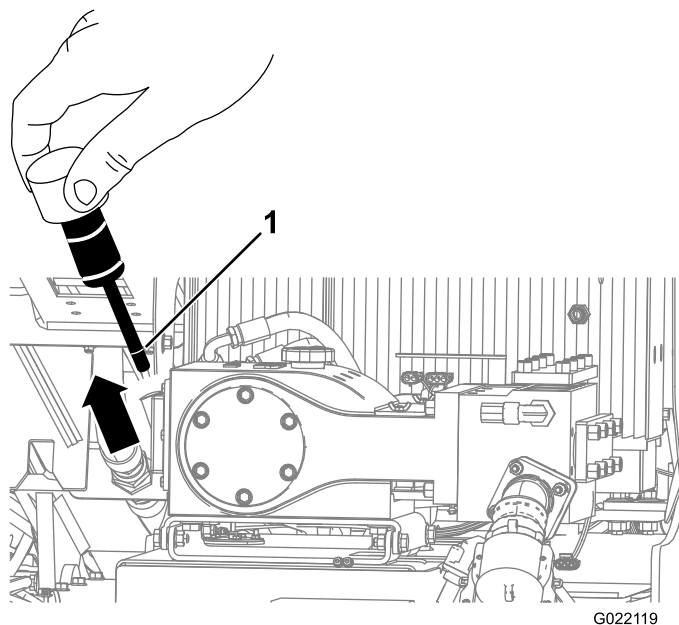
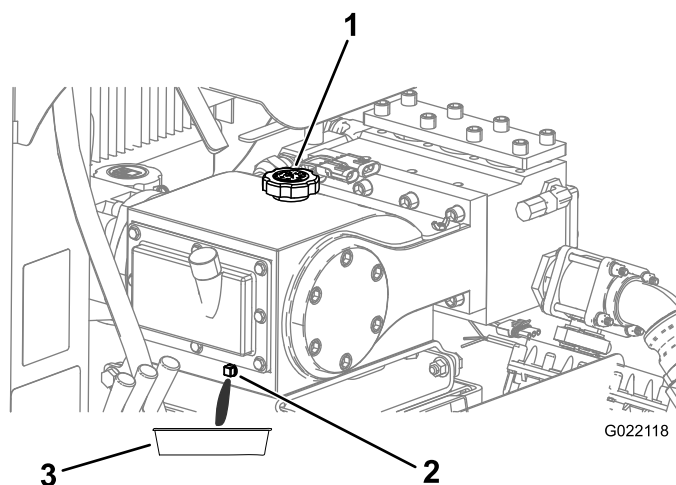

Figura 149
Figura 150
3. Remova a vareta de nível de óleo (Figura 149).
4. O óleo deve estar na linha do bujão de nível como mostra a Figura 149.
4. Remova o bujão de drenagem e posicione uma bandeja de drenagem sob o orifício de drenagem (Figura 150).
6. Permite a drenagem de todo o óleo pelo orifício de drenagem para a bandeja de óleo (Figura 150).
8. Remova a tampa do bocal de enchimento (Figura 150) e adicione aproximadamente 1,9 L de óleo, ou até o óleo atingir a marca Max na vareta, como mostra a Figura 149.